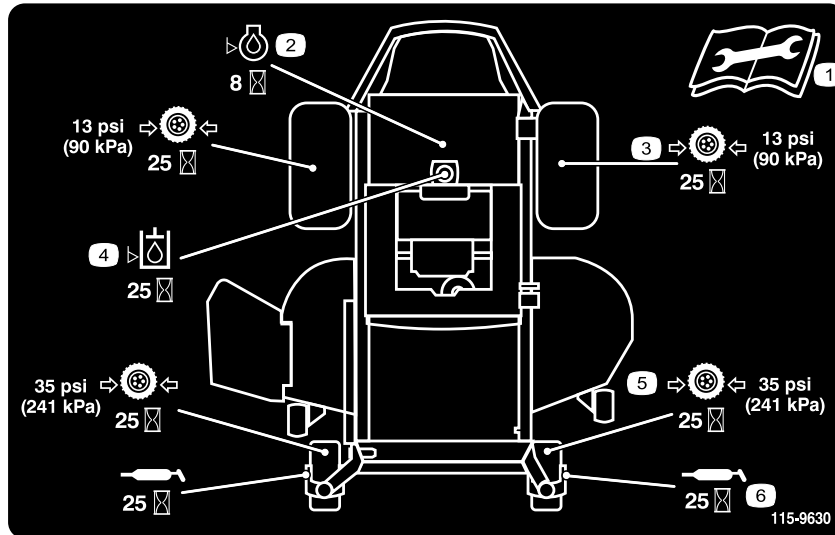
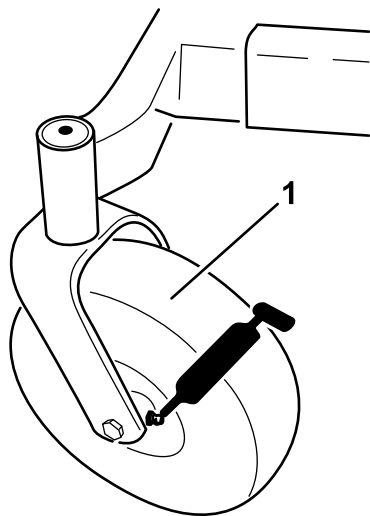

Figura 39
Figura 41
3. Limpe os encaixes de lubrificação (Figura 41 e Figura 39) com um trapo.
4. Ligue a pistola de lubrificação e coloque lubrificante nos bocais até começar a sair lubrificante dos rolamentos (Figura 39 e Figura 41).